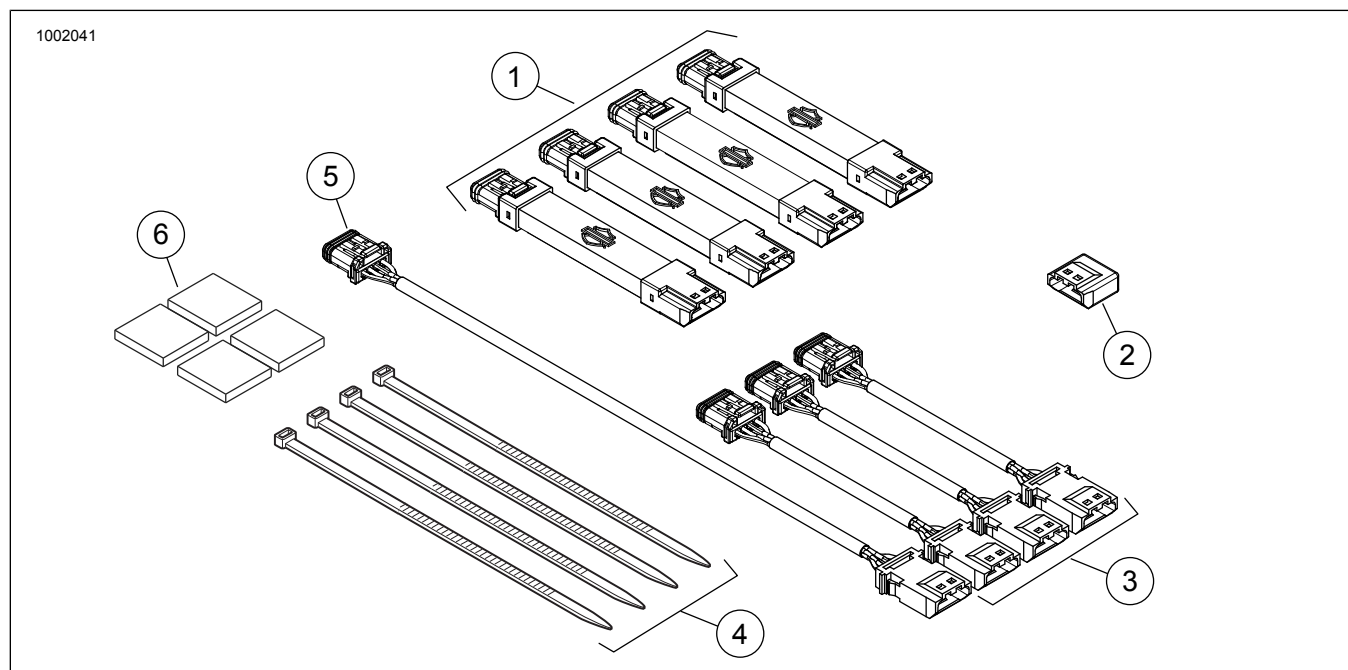

Рисунок 2. Запасные части для комплектов модулей подсветки Spectra Glo
Рисунок 2 и Таблица 1.
2. Рисунок 2 Соберите модули подсветки (1) и жгуты проводов (3 и 5) в желаемой конфигурации (не приклеивая их).